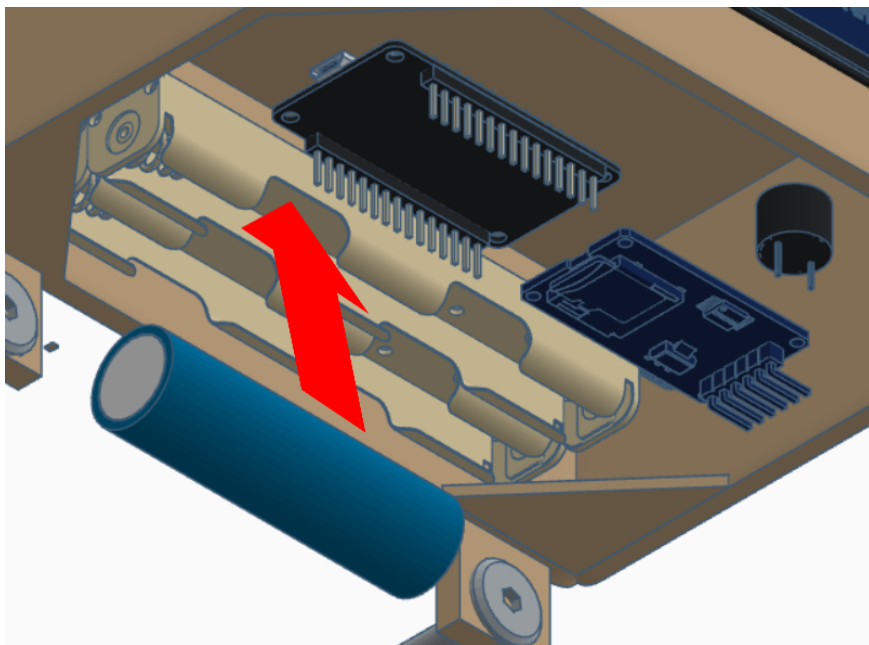

Figura 7 - Inserção da bateria no porta-bateria da case.
2.3. Inclusão da Bateria de Lítio (Figura 7)